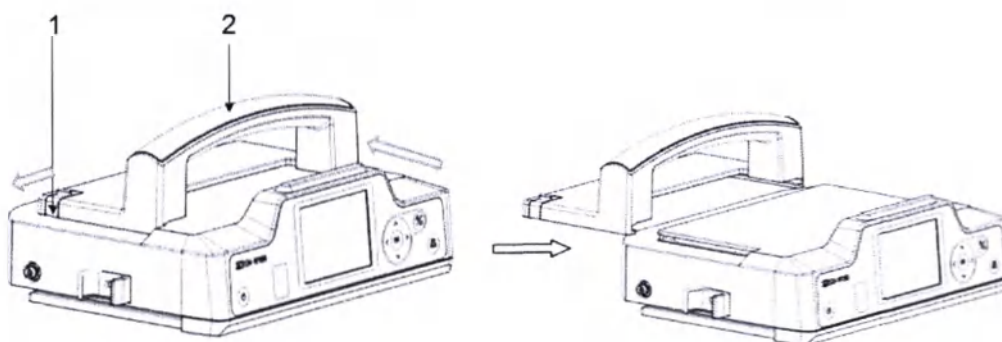

Рис. 10. Снятие ручки для переноски.
Для снятия ручки для переноски переместите фиксатор (1) в направлении стрелки, затем сдвиньте ручку назад (2), как показано на рис. 10.